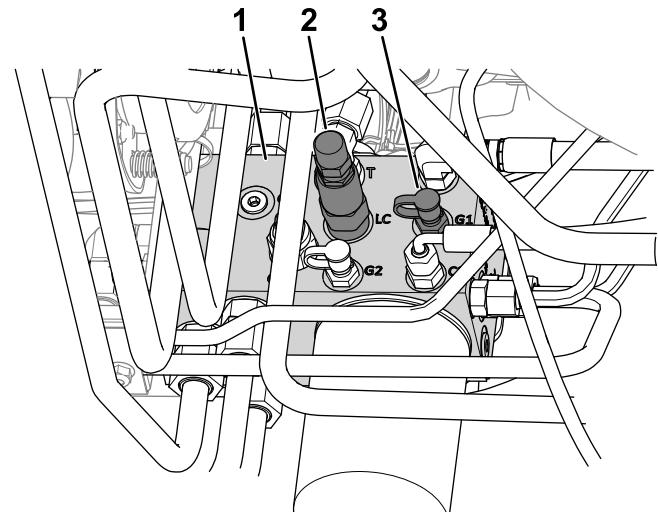

Figura 21
- Collegate un manometro alla porta diagnostica (con l'etichetta G1; fate riferimento a Figura 21).
- Cursore di trasferimento del peso (LC)
- Sul lato del collettore di sollevamento, rimuovete il cappuccio dalla porta diagnostica (con l'etichetta G1; fate riferimento a Figura 21).
- Allentate il controdado all'estremità del cursore di trasferimento peso (con l'etichetta LC; fate riferimento a Figura 21).